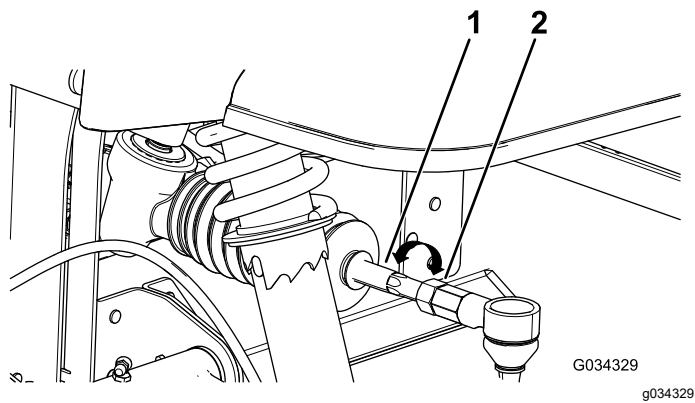

图 47
4. 如果测量值超出 0 +/- 3mm 应松开横拉杆外端的锁紧螺母 (图 47)。